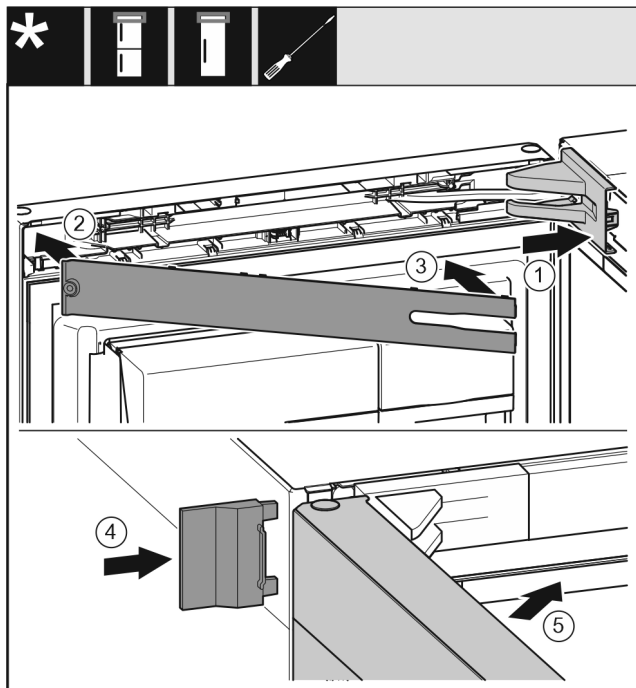

Fig. 31
- ▶ Nasadte kryt ložiskovej konzoly Fig. 31 (1) a zaklapnite, príp. opatrne roztlačte.
- ▶ Nasadte kryt Fig. 31 (2).
- ▶ Kryt Fig. 31 (3)
- ▶ Nasuňte vonkajší kryt Fig. 31 (4).
- ▶ Zatvorte horné dvere Fig. 31 (5).